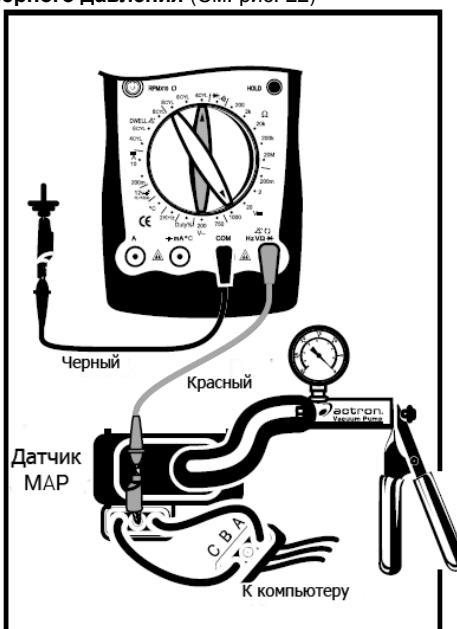

Рис. 22
- (1) Аналогично описанию измерения сопротивлений.
- (2) Подключите красный и черный тестовые щупы мультиметра соответственно к сигнальной клемме и клемме заземления. Обратитесь к различным автомобильным сервисным руководствам для определения положения и сопротивления тестируемых датчиков.
4. Датчик абсолютного давления в коллекторе (MAP) и атмосферного давления (См. рис. 22)
- (1) Подключите датчик расхода воздуха (выдающий постоянное напряжение), как описано в методике измерения постоянного напряжения, и установите поворотный переключатель в положение **20VDC**. Подключите датчик расхода воздуха частотного типа, как указано в методике измерения частоты вращения, и выберите количество цилиндров в двигателе автомобиля. Для примера возьмем 4 цилиндра.
- (2) Подключите датчик расхода воздуха частотного типа, как указано в методике измерения частоты вращения, и выберите количество цилиндров в двигателе автомобиля.
- (3) Для примера возьмем 4 цилиндра. Подключите черный тестовый щуп мультиметра к клемме заземления, а красный тестовый щуп как показано на рис. 22.
- (4) Поверните ключ зажигания, но не запускайте двигатель.
- (5) Отображаемые значения: